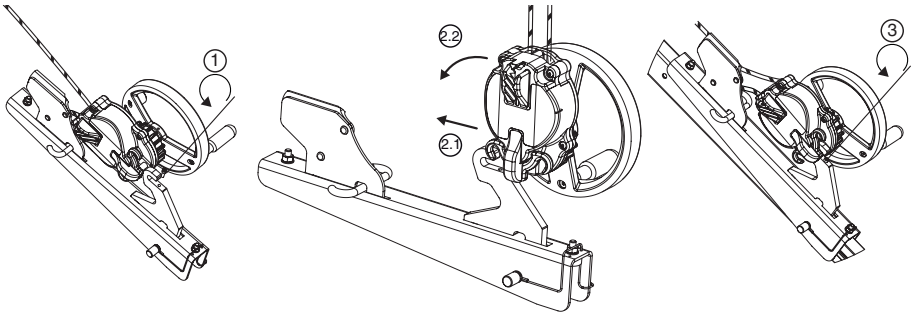

Fig. 8
1. Skruva loss skruven som fäster kroken genom vilken fästet sitter fast på derope™ UP R nedfirkingsdon (Fig. 8,1).
2. Installera derope™ UP R nedfirkingsdon på fästansordningens krok (Fig. 8, 2,1 – 2,2).
3. Skruva i låsskruven för att hindra att enheten separerar från sitt fäste (Fig.8, 3) och kontrollera att den sitter korrekt och är ordentligt spänd.